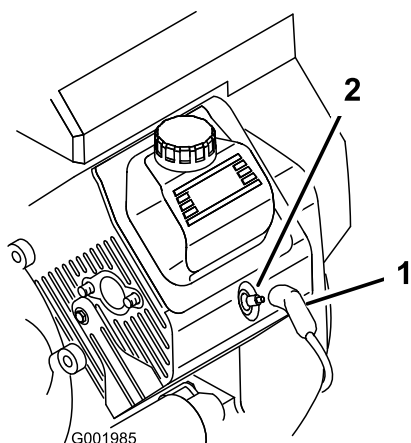

図 53
- 点火プラグのコードが抜けているのを確認する(図 53)。
3. 点火コードを取り付ける(図 53)。